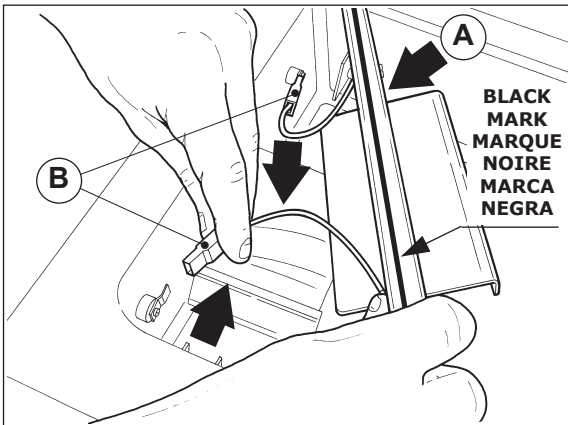

Fig. 1
- 1) Remove sealing bar (A) from its seat by releasing the two connection wires (B) (Fig. 1).
- 1) Enlever la barre de soudure (A) du siège en décrochant les deux câbles de raccordement (B) (Fig. 1).
- 1) Desmontar la barra soldadora (A) desconectando para ello sus dos hilos de enlace(B) (Fig. 1);